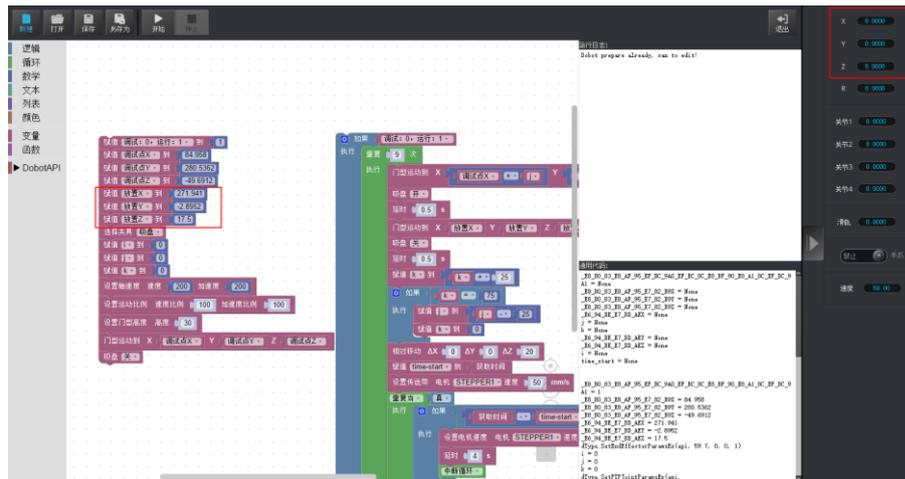

图 4.4 修改 Blockly 放置 XYZ 的数值
2. 取消勾选吸盘，将积木置于传送带上，DobotStudio中的控制面板会自动读取当前 XYZ 轴的值，将读取的数值搬运 demo 中。如图 4.4 所示。